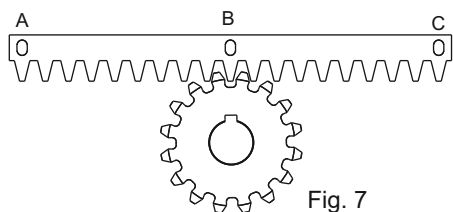
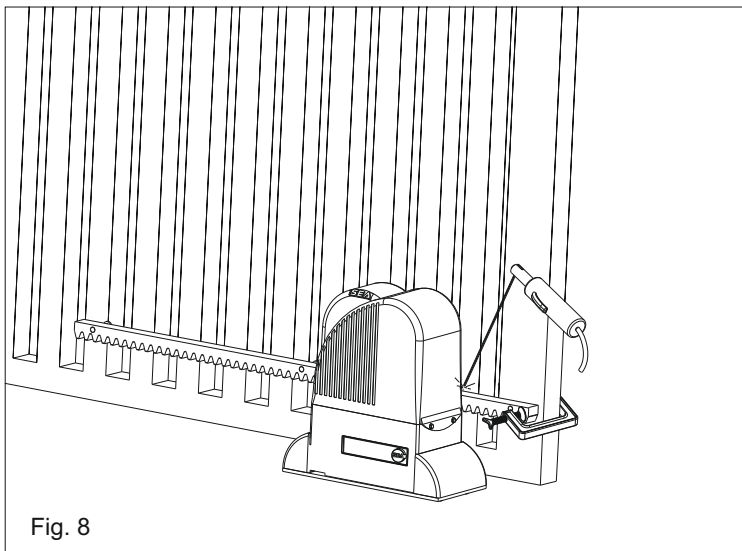

Fig. 7
Fig. 8
5.3. Apoyar el elemento de cremallera al piñon dentado del motoreductor en modo que resulte paralela la guía a nivel del suelo de la cancela y posicionandolo como en Fig. 7 y puntar con electrosoldadura la lengüeta central B a la estructura de la cancela (Fig. 8).